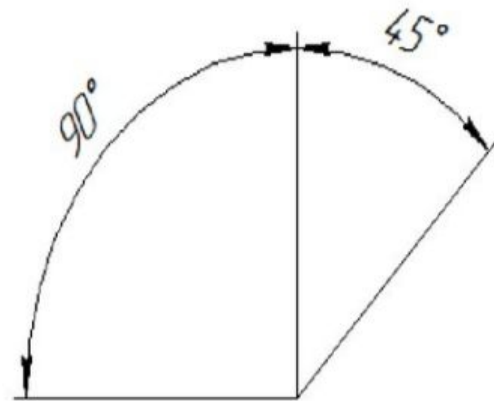

Рисунок 1.9
- Размерные числа следует наносить над размерной линией, по возможности ближе к её середине. (Рисунок 1.9).